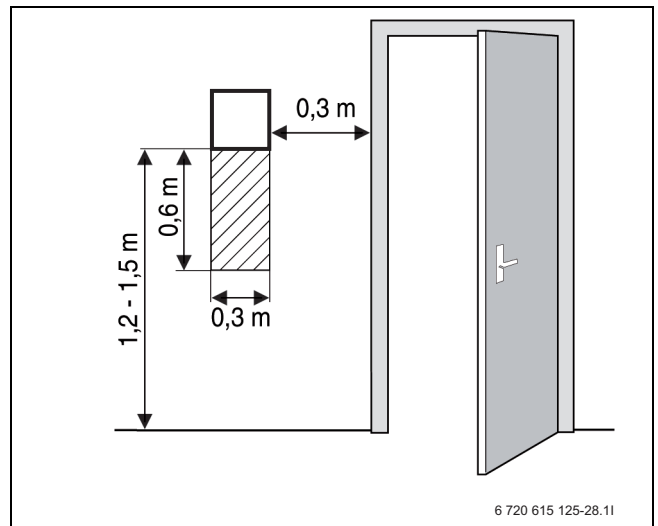

Bild 16 Rekommenderad monteringsplats för rumsgivare.
- Obehindrad cirkulation av rumsluften under rumsgivaren (streckad yta i bild 16 ska hållas fri).